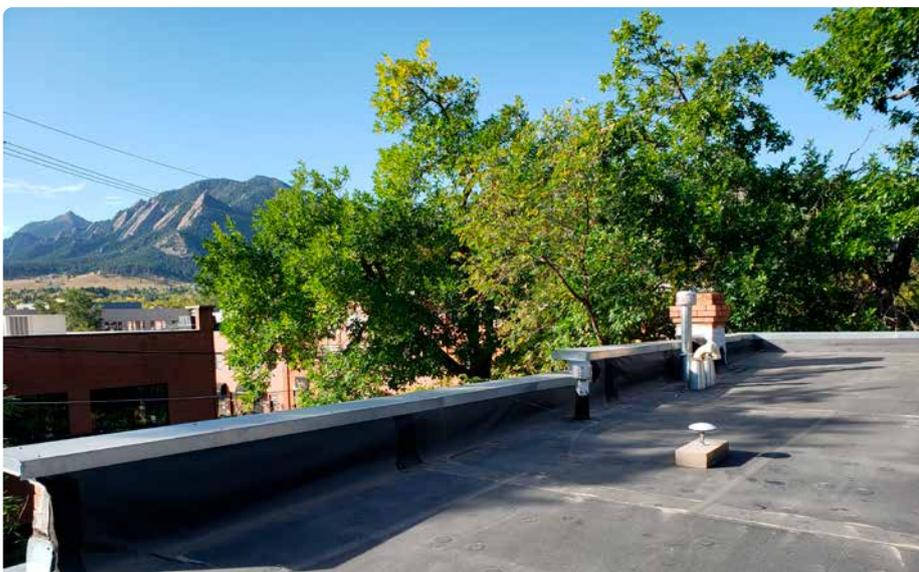

Figure 7. Antenne L1/L2 semi-fixe sur toit plat. C'est du boulot de hisser ces 20 kg de béton sur le toit, mais la vue est assez spectaculaire !
**Attention à la foudre** : Mon antenne est plus basse que le parapet (**fig. 7**), donc les coups de foudre sont peu probables. Si votre antenne est le point le plus élevé aux alentours, alors pensez à la protection contre la foudre.